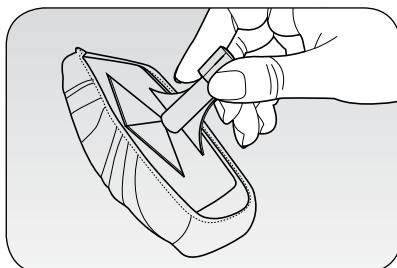

Fig. 5
Szczotka do tkanin, do montowania na adapterze (12), może być używana zarówno w połączeniu z końcówką (C), jak i z przedłużką (9). Po zamontowaniu praktycznej ścieżeczki (10), szczotki można użyć do usuwania kurzu, podczas codziennego sprzątania kanap, foteli, narzut, materacy i poduszek (Rys. 5) Szczotka pozwala również odświeżyć tkaniny, usuwając wszelkie załamania. Podczas pierwszego użycia, jak i kolejnych, odprowadzić skroploną parę do pojemnika, aby uniknąć zamoczenia tkanin.